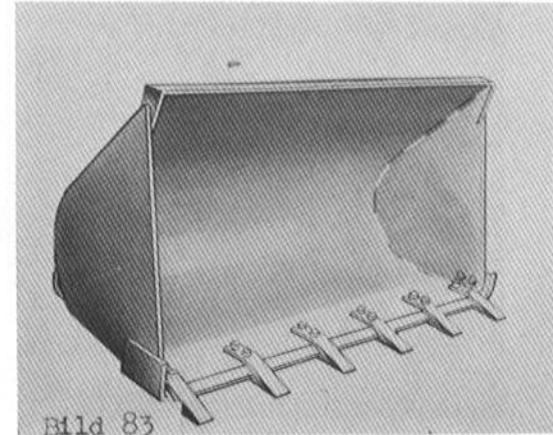

Bild 83
2. Schwergutschaufel 0,5 m3 (Bild 83)